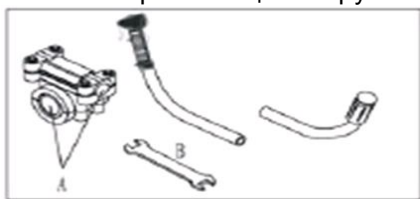
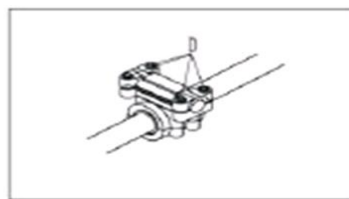
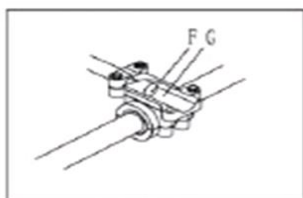

Рис. 1
Рис. 2
Рис. 3
Внутри упаковки находятся две части рукоятки и блок фиксации рукоятки (А) на штанге (рис.1). Снимите винты (J), которыми скреплены две части блока фиксации рукоятки. Установите две части блока фиксации рукоятки на штанге (рис.2). Зафиксируйте винтами J. Ослабьте винты D, вставьте обе части рукоятки в блок фиксации (рис.3 и 4), и закрепите винты D. При сборке рукоятки триммера обратите внимание, что ручка с органами управления триммером должна располагаться под правой рукой оператора. Не затягивайте винты сразу. После окончания сборки триммера необходимо прикрепить наплечный ремень и отрегулировать положение рукоятки так, чтобы обеспечить удобную работу. После окончания регулировки не забудьте надежно зафиксировать винты при помощи инструмента!